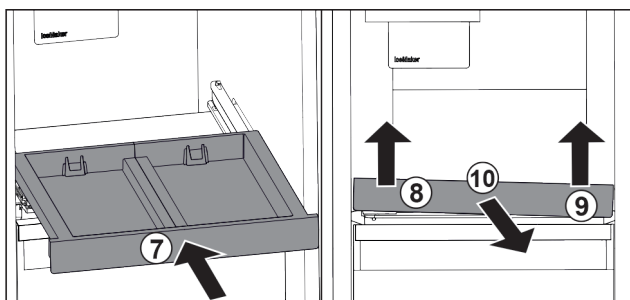

Fig. 120
- Inserire il ripiano estraibile. Fig. 120 (7)
- Sollevare il ripiano estraibile dalla parte anteriore a sinistra. Fig. 120 (8)
- Sollevare il ripiano estraibile dalla parte anteriore a destra. Fig. 120 (9)
- Rimuovere il ripiano estraibile tirandolo in avanti. Fig. 120 (10)